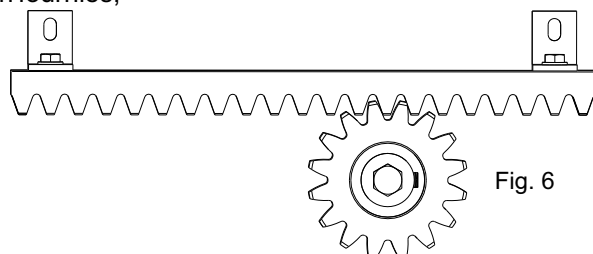

Fig. 6
5.3. poser l'élément de la crémaillère sur le pignon denté du motoréducteur de façon qu'il résulte parallèle à la guide du pavé du portail et le positionnant comme dans Fig. 6 et percer des trous en correspondance des trous des supports à L dans la partie supérieure des fentes et fixer au vantail avec les vis non fournies;